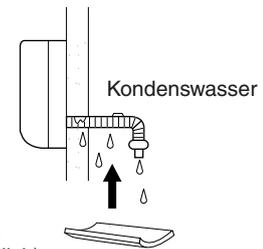

Abb. 3-115
- Wenn der Ablaufschlauch im Raum verläuft, ist er mit Isolierung\* zu versehen, damit Möbel und Böden nicht durch Kondenswasser beschädigt werden. (Abb. 3-115)